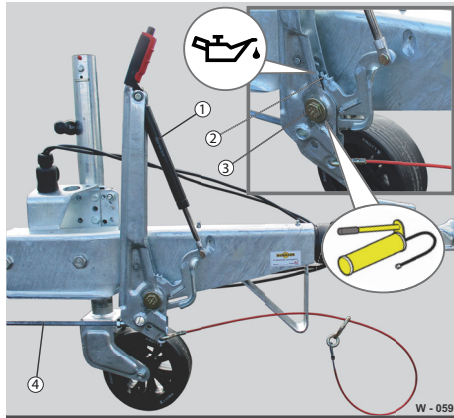

Abb. 47 Bremse: Schmierstellen
Die Gasdruckfeder (Abb. 47/1) ist wartungsfrei. Bei nachlassender Kraftwirkung ist diese zu ersetzen.
- Bremsgestänge (Abb. 47/4) und den Handbremshebel mit Gasdruckfeder auf Deformation prüfen.
- Etwas Maschinenöl auf das Zahnsegment (Abb. 47/2) tropfen.
- Lagerstelle (Abb. 47/3) mit Fett schmieren.